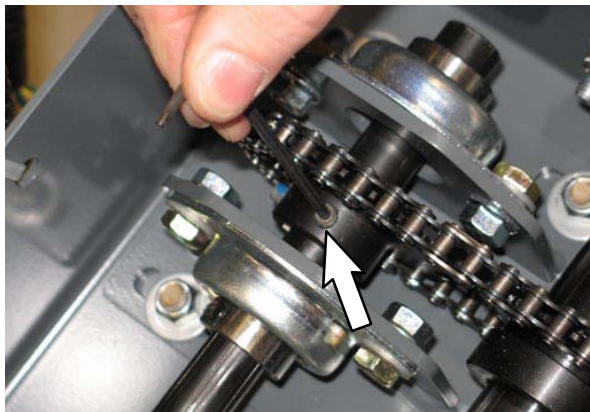

AFB. 30
29. Verwijder het flenslager van de lagersteunbeugel. Leg het flenslager met bevestigingsmateriaal opzij. Gooi de lagersteunbeugel weg. (Afb. 30)